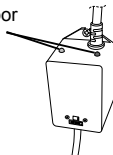

Bild 8
15. Återanslut UV-lampputtaget (7) till eluttaget (11) var noga med att använda den medföljande latexhandsken när du handskas med UV-lampan.
16. Låt den nya UV-lampan (3) glida in i kvartsröret.
17. Sätt tillbaka den svarta lamparmen (6) över kvartsrörets tätningsskruvslock (5).
18. Sätt tillbaka skyddet (9) med tätningen (8) och lås fast med skruvarna.
20. När strömmen har aktiverats kan du kontrollera ballasten (12), Bild 8, för att se om CLEARRAY-systemet fungerar. Ett fast grönt ljus indikerar att CLEARRAY-systemet får ström och den skall alltid vara tänd. Ett fast rött ljus indikerar att UV-lampan har aktiverats.